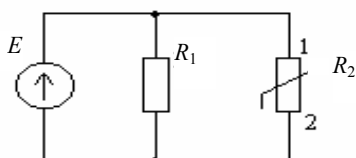

Рис. 6.5
- б) результирующей ВАХ параллельной цепи, показанной на рис. 6.5.
- 10 Если в схеме на рис. 6.5 источник эдс E заменить на источник тока, а в качестве нелинейного элемента R_2 использовать терморезистор, то будет ли меняться от температуры ток в ветви резистора R_1 ?